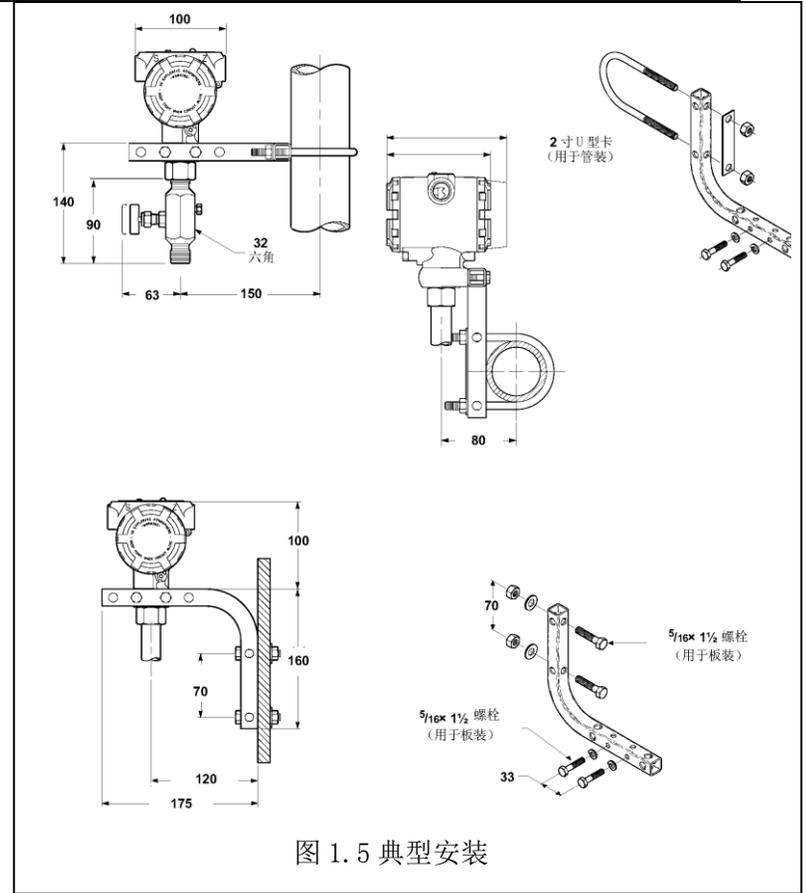

图 1.5 典型安装
a) 使用 AF1800 压力变送器对压力进行测量, 很大程度上取决于变送器的正确安装, 因为变送器只能安装在使用现场, 在露天使用环境比较恶劣, 然而变送器应尽量安装在温度梯度和温度波动比较小的地方, 同时要避免振动和冲击。典型安装有管装和板装两种, 见图 1.5